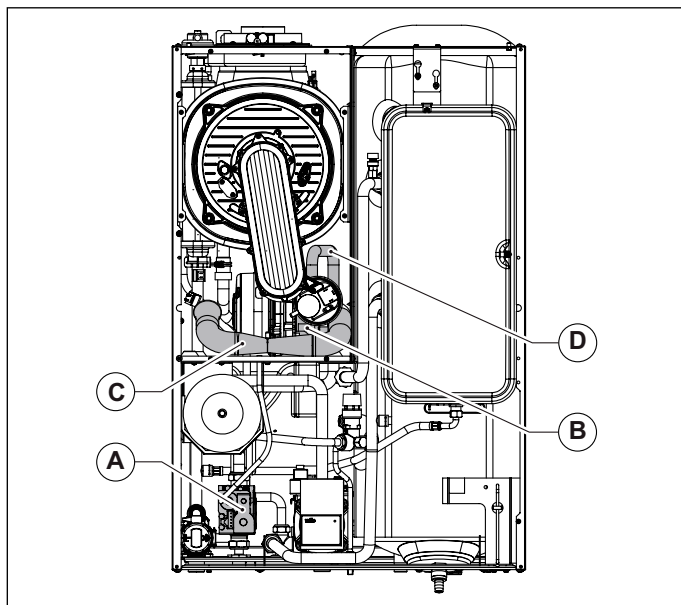

Рис. 27 Забірна труба
- Зняти трубку всмоктування повітря, викритивши попередньо гвинт, яким вона кріпиться до змішуючого вузла (дивись Рис. 27 Забірна труба).
- Від'єднайте газову трубку від змішуючого вузла (дивись Рис. 27 Забірна труба).